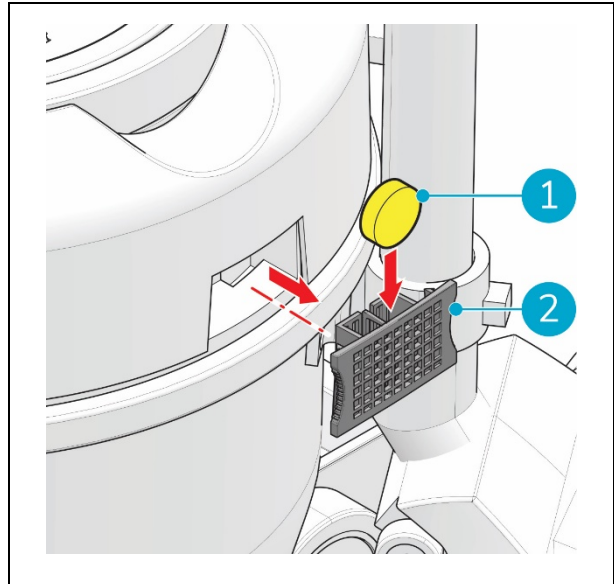

Figura 25
1. Retire o suporte de pastilhas (figura 25, posição 2) da zona superior do i-vac® 6.
3. Introduza a nova pastilha de fragrância (figura 25, posição 1).